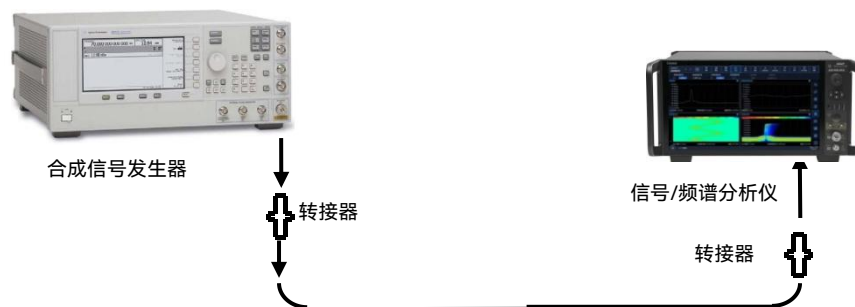

图 7.30 最大分析带宽测试示意图
- 1) 按图 7.30 所示连接测试仪器，复位 4082；